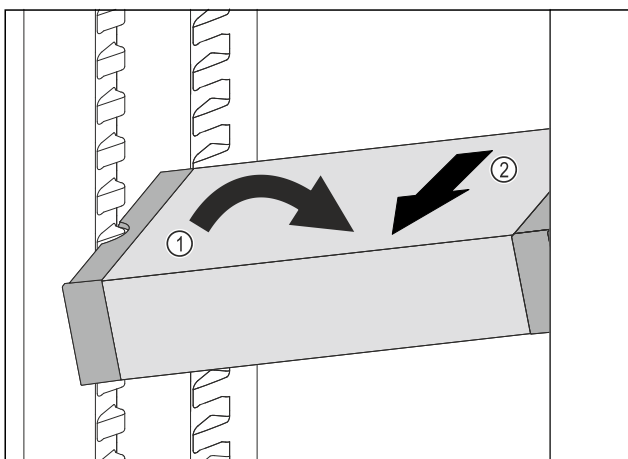

Fig. 73
- ▶ Coloque el VarioSafe inclinado en el compartimento frigorífico. Fig. 73 (1)
- ▶ Extraiga el VarioSafe hacia delante. Fig. 73 (2)